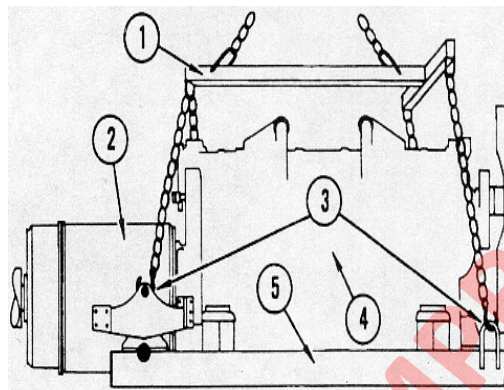

FIGURA 2-7. PUNTOS DE ELEVACION DEL MODULO DE POTENCIA
7. Ponga el dispositivo de elevación (1, Figura 2-7) en el tacle y fije a la estructura de la base de soporte del motor/alternador y a los puntos de elevación del sub-bastidor delantero como se muestra en la Figura 2-7. Retire la cadena de seguridad.
4. Conecte un dispositivo de elevación a la estructura de la base de soporte del motor/alternador y a los puntos de elevación del sub-bastidor delantero (Figura 2-7)